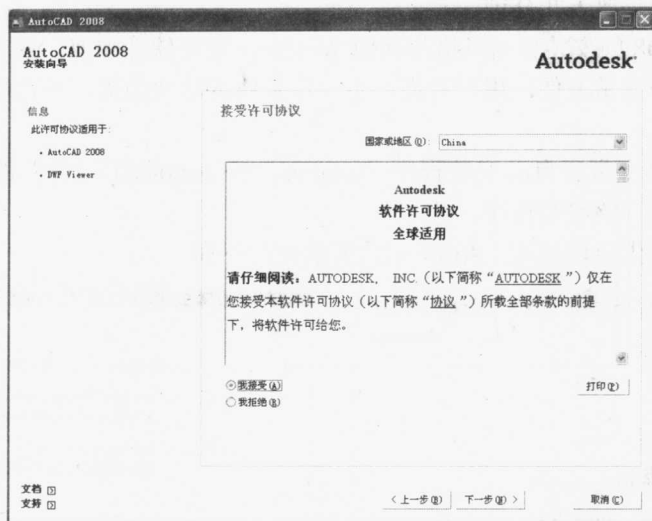

图 1.6 “接受许可协议”对话框
(3) 弹出如图 1.6 所示的“接受许可协议”对话框。在该对话框中，首先单击“我接受”单选按钮，这样“下一步”按钮才变为黑色的可选状态。